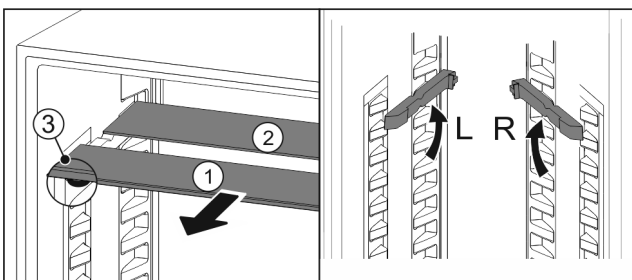

Fig. 35
- ▶ По одной извлеките Fig. 35 (1) стеклянные панели движением вперед.
- ▷ Стеклянная панель Fig. 35 (1) с декоративной планкой лежит спереди.
▷ Стопоры Fig. 35 (3) показывают вниз.